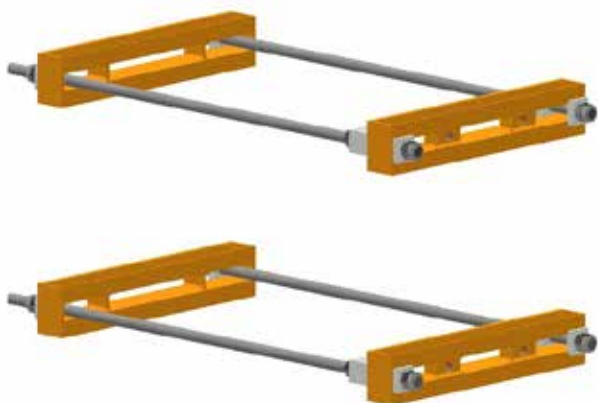

fig.16
2. Accertare l'assenza di difetti palesi delle strutture di sostegno/fissaggio (fig.16).